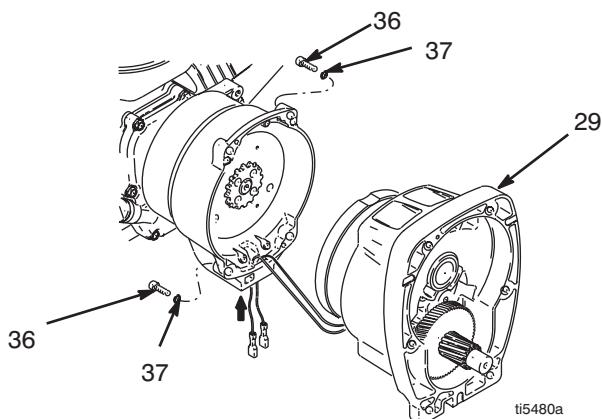
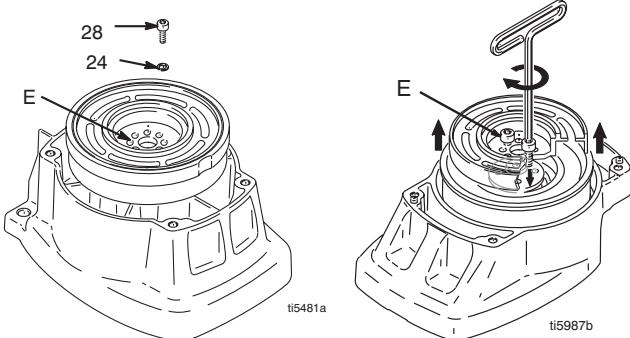

FIG. 4
FIG. 5
2. FIG. 4. Kople fra clutchkabelkoplingene inne i trykkreguleringen.
- a. Fjern to skruer (71) og sving dekslet (130a) ned.
3. FIG. 4. Fjern fire skruer (36) og pinjong-enheten (29).
4. FIG. 5. Legg pinjong-enheten (29) på arbeidsbenken med rotorsiden vendt opp.
5. Ta ut de fire skruene (28) og låseskivene (24). Sett to av skruene i hullene med gjenger (E) i rotoren, eller trekk til skruene helt til rotoren kommer av.
- FIG. 5. Legg pinjong-enheten på arbeidsbenken med rotorsiden vendt opp.
- Ha locktite på skruene. Monter fire skruer (28) og låseskiver (24). Skruene trekkes til vekselvis med et moment på 125 in-lb helt til rotoren sitter godt. Bruk hullene med gjenger til å holde rotoren.
- FIG. 4. Monter pinjong-enheten (29) med fire skruer (36) og skiver (37).